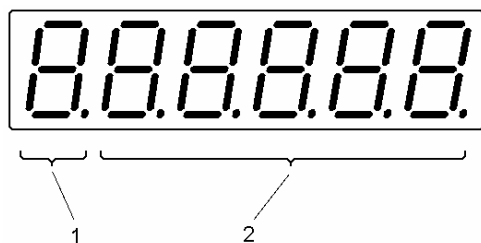

Рис. 3. Внешний вид дисплея
1.3.4 Дисплей расположен на пульте и предназначен для отображения результата измерения массы, индикации режима работы, выборки массы тары, установки нуля и т.д. Внешний вид дисплея показан на рис. 3. Дисплей имеет цифровой индикатор. Младшие 5 разрядов цифрового индикатора (поз. 2 рис. 3) используются для отображения массы, а старший 6-й разряд (поз. 1 рис. 3), функциональный, предназначен для индикации установки нуля, выборки массы тары и стабильности веса (рис. 4).